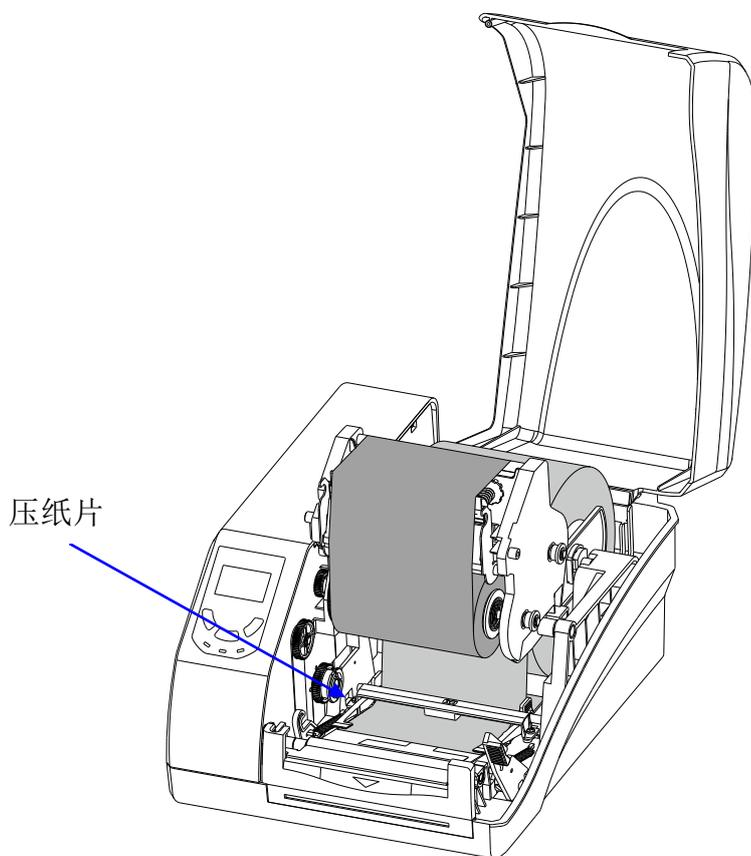

图 2-13 穿出标签纸
3. 抬起打印模组，将标签纸依次穿过纸张导向杆下方、穿透式纸张探测器下方，然后送至纸张导向片前端的压纸片下。如图 2-13 所示。